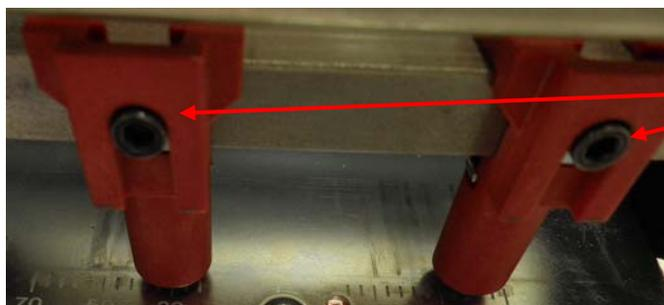
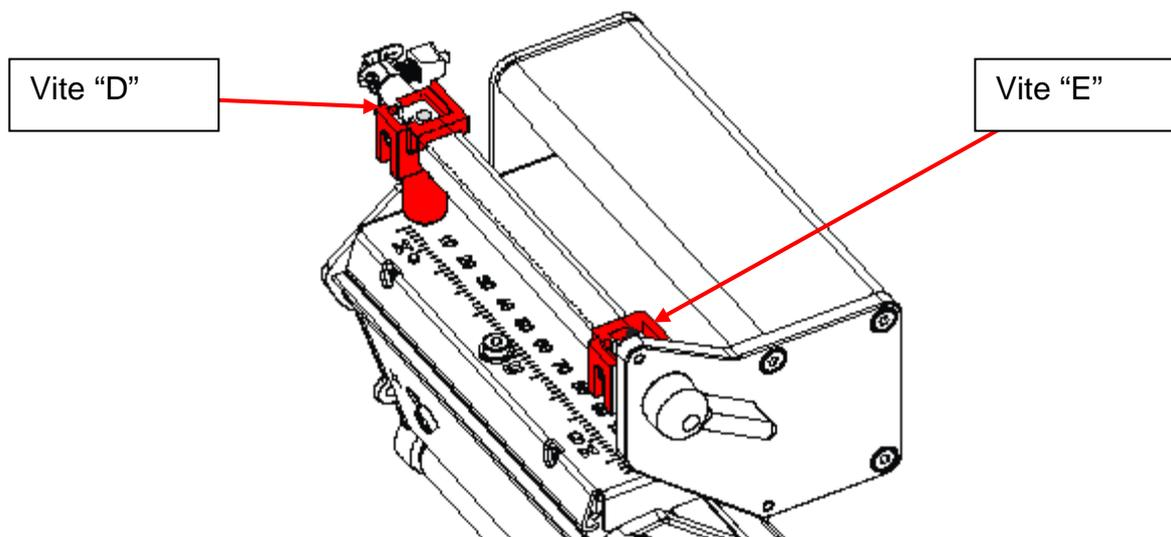

Figura 3 - Viti senza testa dei supporti a pressione
Figura 8 - Regolazione della pressione della testina di stampa
I supporti a pressione potrebbero essere fissati in maniera troppo serrata alla barra di bloccaggio della testina di stampa limitandone così il movimento. In questo caso, allentare le viti senza testa di un quarto di giro (vedi Figura 3) per facilitare il movimento. Se le viti senza testa si sono allentate, stringere le viti dopo aver fissato i supporti a pressione nella posizione corretta.
4.1. Per configurare la pressione della testina di stampa, allentare le viti senza testa sostenendo i supporti a pressione (vedi Figura 3) e portare entrambi i supporti a pressione nelle posizioni di fine corsa sinistra e destra, vedi Figura 8. Questa procedura determinerà l'allineamento dei fori di regolazione della pressione della testina di stampa attraverso la barra di bloccaggio della stessa.
- 4.5. Quando la qualità di stampa ottenuta sarà soddisfacente, ricollocare i supporti a pressione nella posizione ottimale rispetto al prodotto ed eseguire una prova di stampa. Una volta completata la regolazione, stringere nuovamente le viti senza testa dei supporti a pressione (vedi Figura 3)